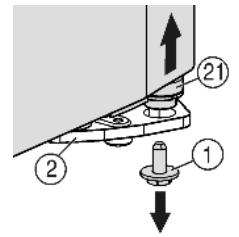
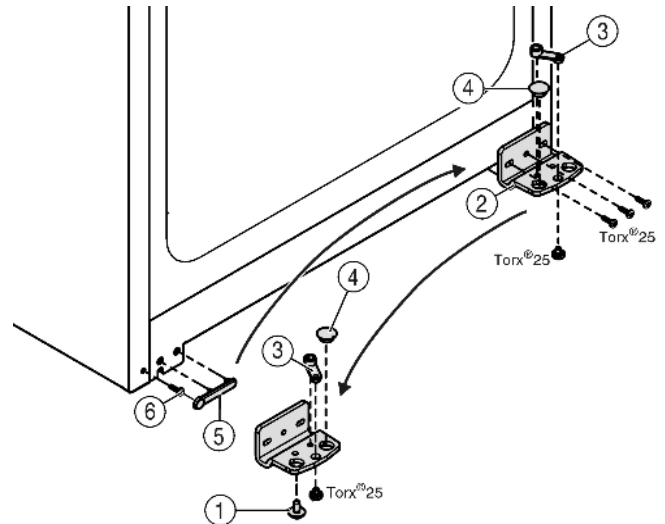

Fig. 4
Fig. 5
- ▶ Rechts onder aan de lagerbus de borgschroef Fig. 4 (1) uitdraaien.
- ▶ De lagerbout Fig. 4 (21) komt uit de lagerbus Fig. 5 (2) los.
- ▶ Indien de lagerbout Fig. 4 (21) niet los komt, de bout van onder naar boven drukken.
- ▶ Lagerbus Fig. 5 (2) losschroeven.
- ▶ Lagerdeel Fig. 5 (3) losschroeven en in het tegenoverliggende opnamegat van de lagerbus omzetten en weer vastschroeven.
- ▶ Stop Fig. 5 (4) uit de lagerbus verwijderen en in de tegenoverliggende opening van de lagerbus omzetten.
- ▶ Afdekking Fig. 5 (5) aan kant van de greep voorzichtig wegnemen.
- ▶ Schroef Fig. 5 (6) uitdraaien en aan de andere kant weer indraaien.
- ▶ Afdekking Fig. 5 (5) weer terugplaatsen.
- ▶ Lagerbus Fig. 5 (2) aan de nieuwe scharnierzijde evt. met behulp van een accuschroevendraaier weer **goed (met 4 Nm)** vastschroeven.
- ▶ Borgschroef Fig. 4 (1) onder in de lagerbout draaien en vastschroeven (met 4 Nm).